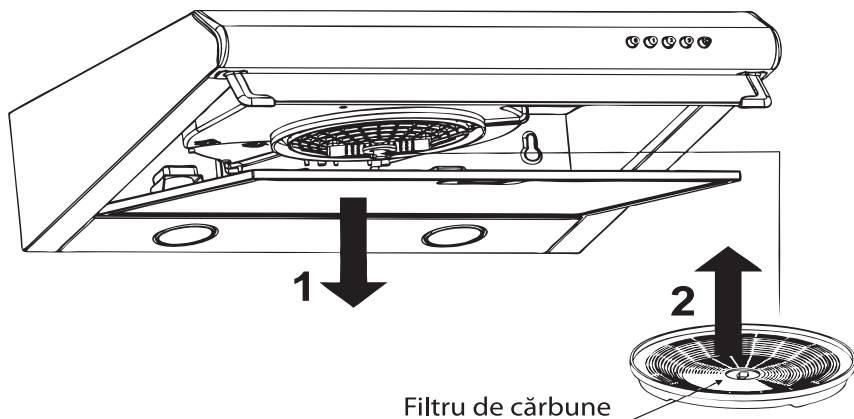

Fig. 5
3. Introduceți filtrul de cărbune cu grila de plastic spre interior în sloturi, pe ventilator, și rotiți la 90 de grade în sensul acelor de ceasornic. Fig.5